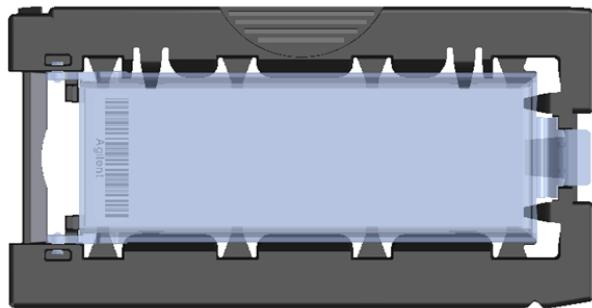

Figura 41 Lama de micromatrice poziționată corect în suportul pentru lame (închis)
- g** Se închide capacul de plastic pentru lame, apăsând pe clapetă până când se audă „click”. Consultați Figura 41.